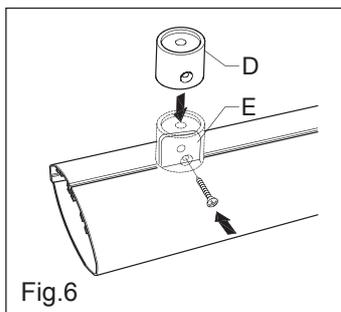

Fig.6
- Unire le due parti degli attacchi a soffitto serrandole con la vite in dotazione con l'accessorio (fig. 6).